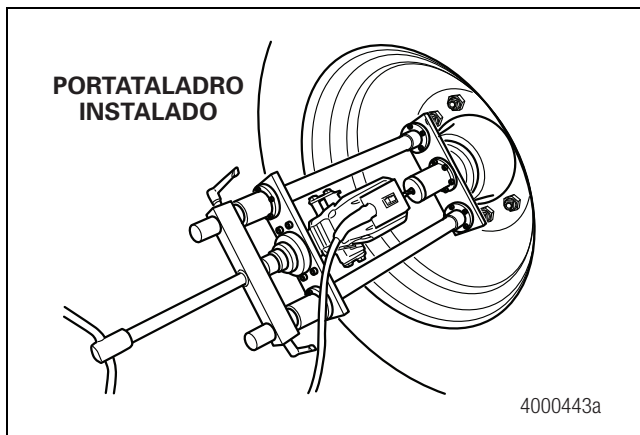

Figura 2.36
- **Si el taladro se atasca o disminuye su velocidad:** Retroceda el mango de avance algunas vueltas hacia la IZQUIERDA mientras mantiene encendido el taladro; después continúe taladrando. Figura 2.36.